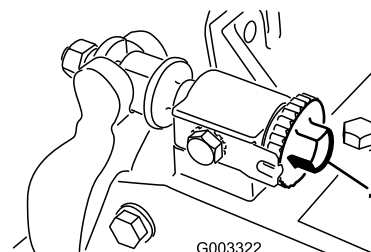

Figura 26
1. Desperte o contacto do cilindro na lâmina rodando os parafusos de ajuste da lâmina (Figura 26) no sentido contrário ao dos ponteiros do relógio até que não exista contacto.